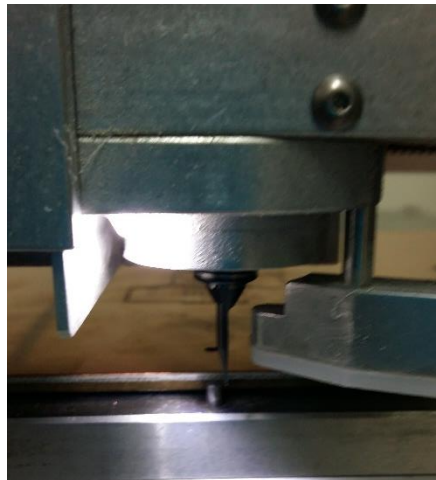

Figura 54. Instrumento de grabado en el soporte de herramienta.
27. Levante el seguro de herramienta y la broca queda como se ve en la figura 54.